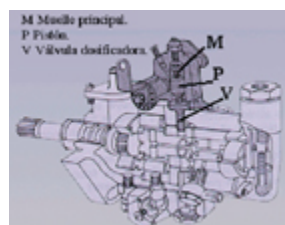

Fig. 33
- Regulación hidráulica (**fig. 33**)